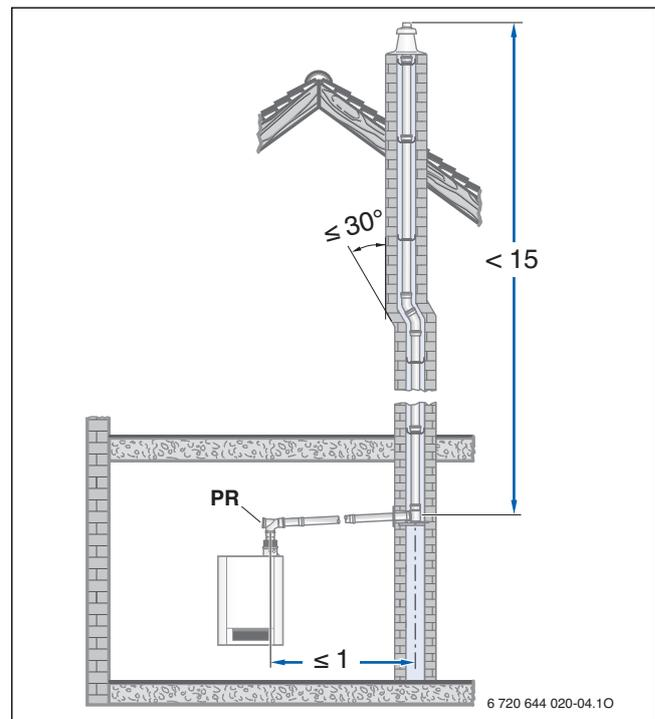
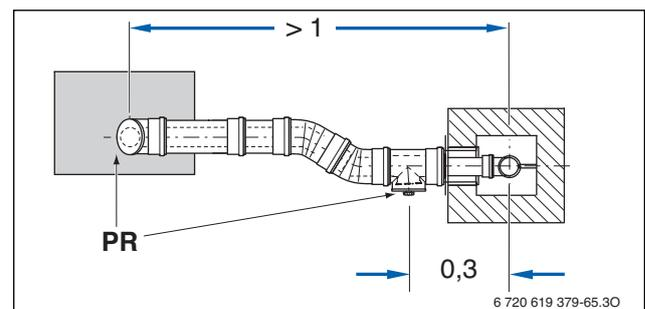

Bild 4 Beispiel zur Anordnung der Prüföffnung bei einer waagerechten Abgasleitung ohne Umlenkung im Aufstellraum (Maße in m)
Bild 5 Beispiel zur Anordnung der Prüföffnungen bei einer Abgasleitung mit Umlenkung im Aufstellraum – Draufsicht (Maße in m)
Abgasanlagen müssen leicht und sicher auf ihren freien Querschnitt hin zu überprüfen und gegebenenfalls zu reinigen sein. Hierzu sind Prüföffnungen einzuplanen (→ Bild 4 und Bild 5).
- an der Stirnseite im geraden, waagerechten Abschnitt der Abgasleitung höchstens 1 m von der Umlenkung in den senkrechten Abschnitt entfernt, sofern sich dazwischen keine Umlenkung befindet (→ Bild 4) oder
- seitlich im waagerechten Abschnitt der Abgasleitung höchstens 30 cm von der Umlenkung in den senkrechten Abschnitt entfernt (→ Bild 5).
#### Legende zu Bild 4 und Bild 5: